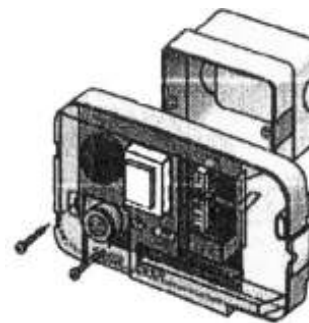

Рисунок 3.
3. При использовании скрытой электропроводки завести кабель в сигнализатор через отверстие на дне корпуса (рисунок 3).